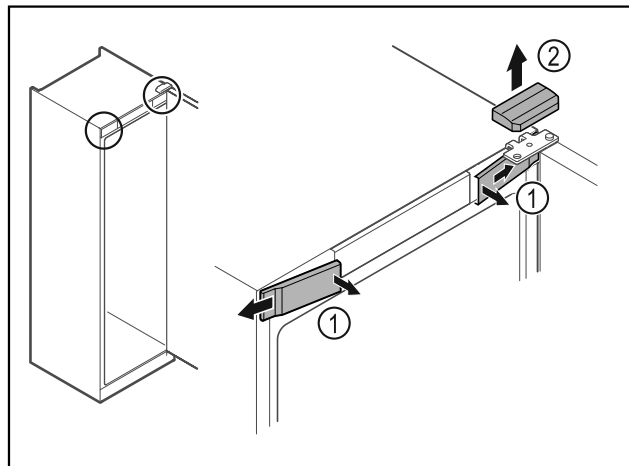

Fig. 8*
- ▶ Pattintsa ki belül az elülső burkolatokat Fig. 8 (1), és tegye félre.*
- ▶ Vegye le felfelé a felső burkolatot Fig. 8 (2).*